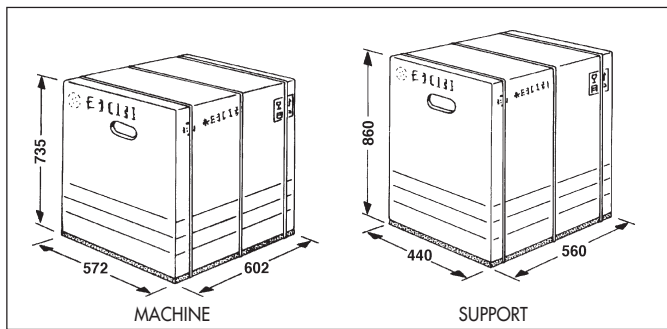

Fig. 4
- La machine est contenue dans des emballages de carton avec une base renforcée, montrés dans la Fig. 4. La machine peut être stockée dans son emballage original dans des locaux qui ne doivent pas être humides ni poussiéreux.